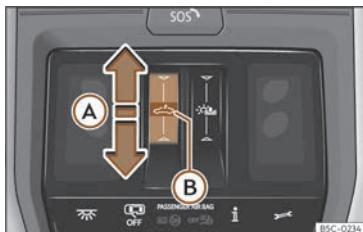

Abb. 90 Im Dachhimmel: Bedienelement für Panorama-Schiebedach.
- Automatische Bewegung: Den Finger nach hinten über den Funktionsbereich >>> (**Abb. 90**) (A) ziehen.
• Innerhalb von etwa 5 Sekunden nach der Aktivierung des Einklemmschutzes den Finger nach vorne über den Funktionsbereich ☞ >>> (Abb. 90) (A) ziehen und gedrückt halten bis das Dach vollständig geschlossen ist.